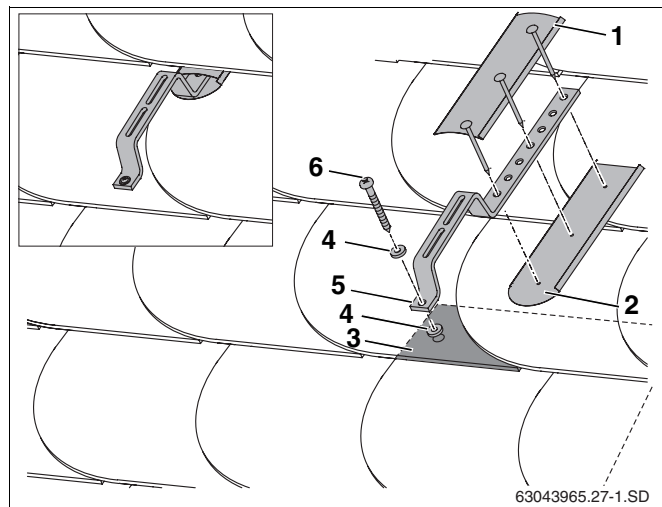

Abb. 26 Montage auf dem Schiefer-/Schindeldach
Es wird Ihnen beispielhaft die Montage eines Sonderdachhakens und das wasserdichte Eindecken mit bauseitig zu stellenden Blechen (Abb. 26, **Pos. 1** und **2**) anhand einer Schiefer-/Schindel-Eindeckung gezeigt.
- Sonderdachhaken (Abb. 26, **Pos. 5**) und Dichtung (Abb. 26, **Pos. 4**) mit der Schraube (Abb. 26, **Pos. 6**) auf die Schiefer-/Schindel-Eindeckung montieren.
- Um eine wasserdichte Montage sicher zu stellen, müssen bauseitig über und unter den Sonderdachhaken Bleche (Abb. 26, **Pos. 1, 2**) montiert werden.
Der Sonderdachhaken muss vorne auf einer Mehrfachüberdeckung (Abb. 26, **Pos. 3**) aufliegen.